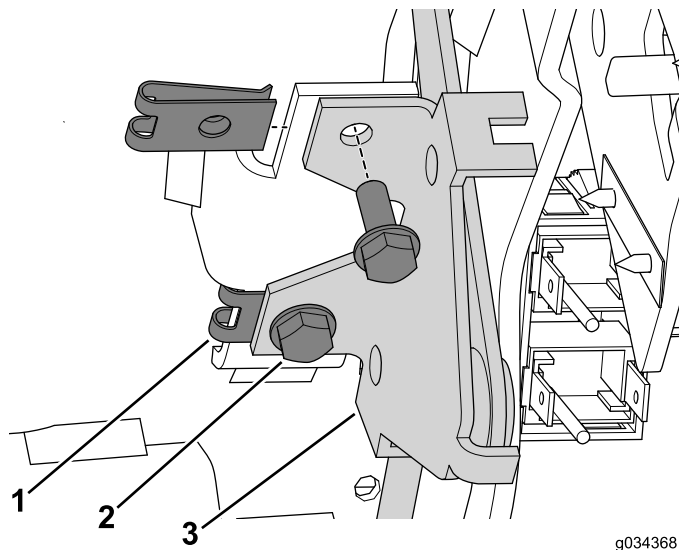

Figure 19
3. Posez les clips à écrou rapide sur le support sur la console (Figure 19).
4. Fixez le levier de starter sur la console à l'aide des 2 boulons (n° 10 x 1/2 po) (Figure 19).